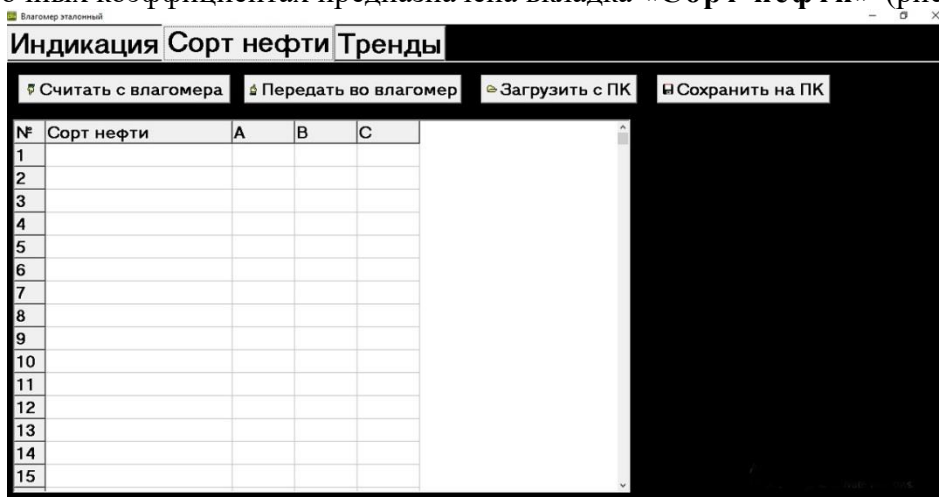

Рисунок 13– Вкладка «Сорт нефти»
8.6.3 Для внесения в память влагомера сведений о сортах нефти и калибровочных коэффициентах предназначена вкладка «Сорт нефти» (рис.13).